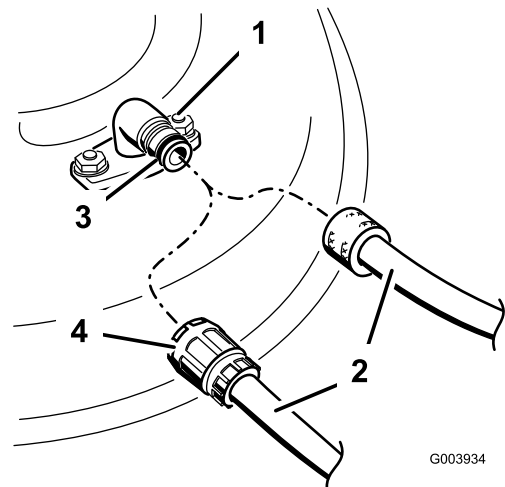

Figure 64
3. Branchez le raccord du tuyau d'arrosage à au raccord de lavage de la tondeuse et ouvrez l'eau en grand (Figure 64).